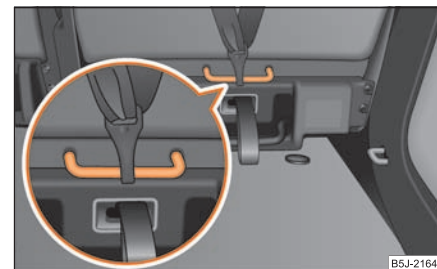

Fig. 164 Siège AR: Top Tether
Les sièges arrière extérieurs mais aussi le siège central (seulement quelques pays) sont équipés de série, au dos des dossiers, du système de fixation « Top Tether » permettant une sécurité accrue pour les enfants qui voyagent avec vous ⇒ fig. 164. Effectuez la pose et la dépose toujours d'après la notice jointe du fabricant de sièges pour enfants.
- Ne fixez les sièges pour enfants avec le système « Top Tether » qu'aux endroits prévus à cet effet ⇒ fig. 164.